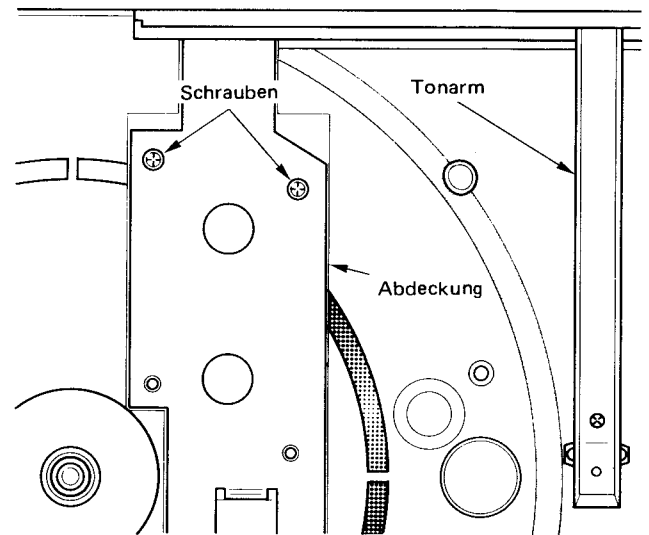

Abb. 6
- Zwei Schrauben (1-3 x 12) (Siehe Abb. 6).